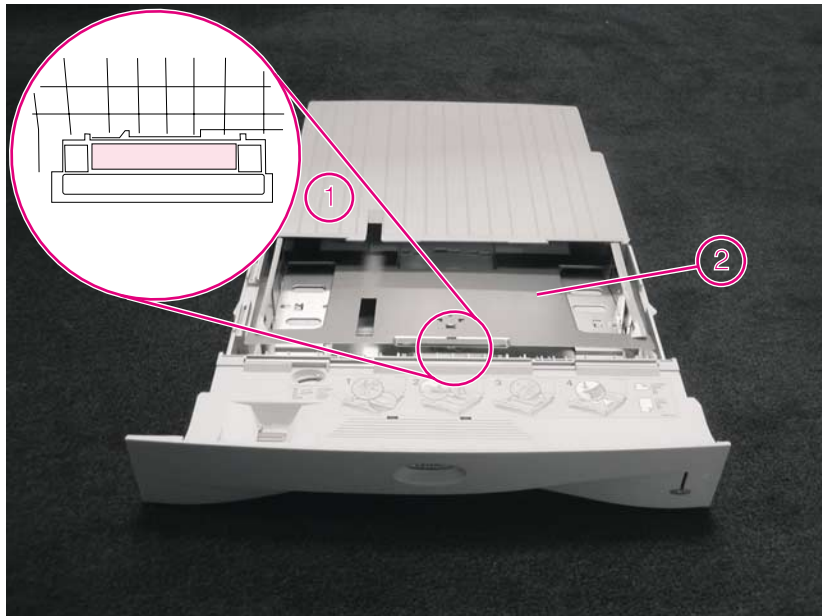
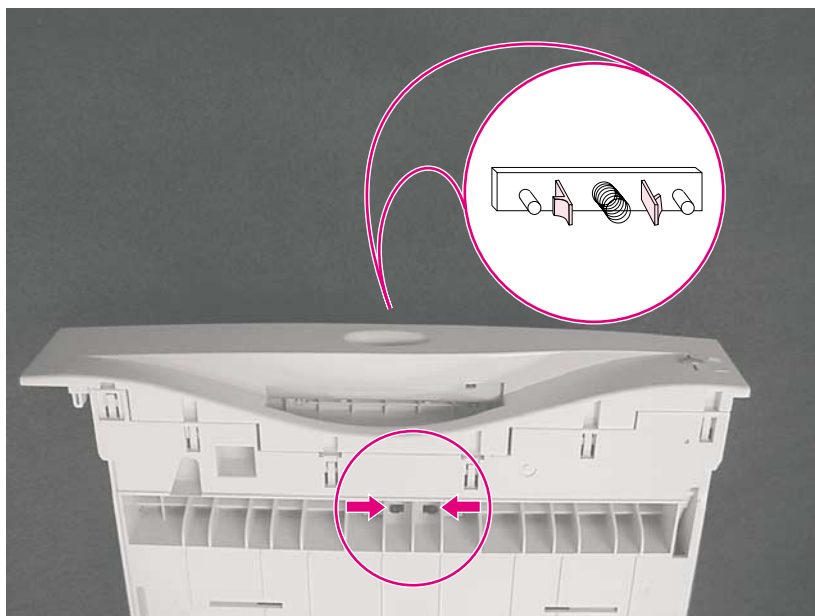

Figure 10 Retrait du ressort et du tampon de séparation du bac 2 (vue d'en haut)
Figure 11 Retrait du ressort et du tampon de séparation du bac 2 (vue d'en bas)
- 2 Tout en appuyant sur la plaque de levage du papier (figure 10, détail 2), appuyez sur les languettes noires (situées sous l'avant du bac) pour dégager le tampon de séparation du bac.
(Reportez-vous à la figure 10, détail 1, et à la figure 11.)